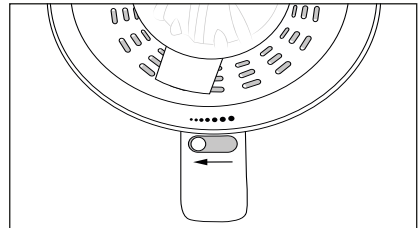
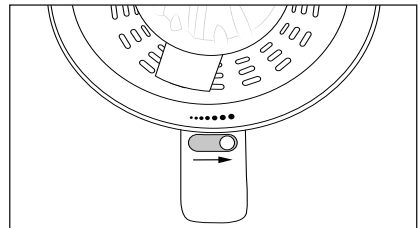

Bild 2
Bild 3
- ◆ Använd reglaget **6** för att ställa in hur mycket fruktkött juicen ska innehålla, från en låg andel (små prickar, bild 2) till hög andel (stora prickar, bild 3).